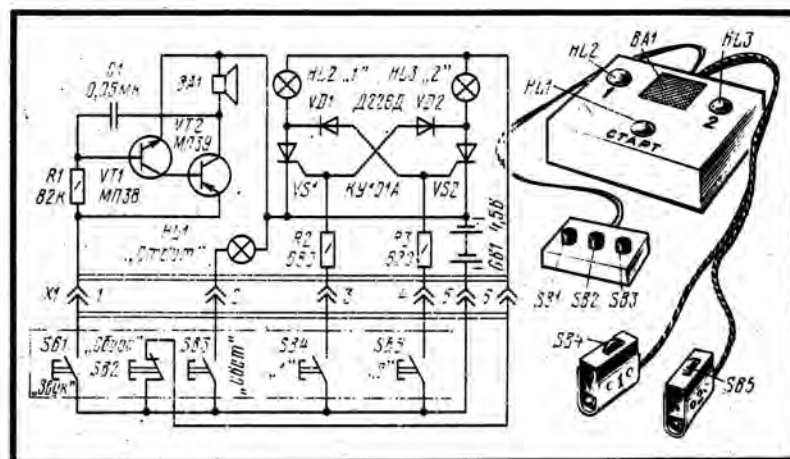

Рис. 10
**«Кто быстрее».** Хорошая ли у вас реакция? Проверить это поможет игровой автомат (рис. 10), состоящий из пульта управления, которым пользуется судья, двух пультов играющих и блока сигнализации. Каждый играющий (их, естественно, двое) берет свой пульт и следит за табло сигнализации. Как только вспыхнет лампа (или подсвечиваемая прозрачная планка) с надписью «Старт» либо раздастся звуковой сигнал (о том, на какой сигнал нужно реагировать, судья предупреждает заранее), каждый играющий должен возможно быстрее нажать кнопку на своем пульте. Если это сделал раньше первый играющий, на табло вспыхнет лампа с надписью «1», а если второй — лампа с надписью «2».